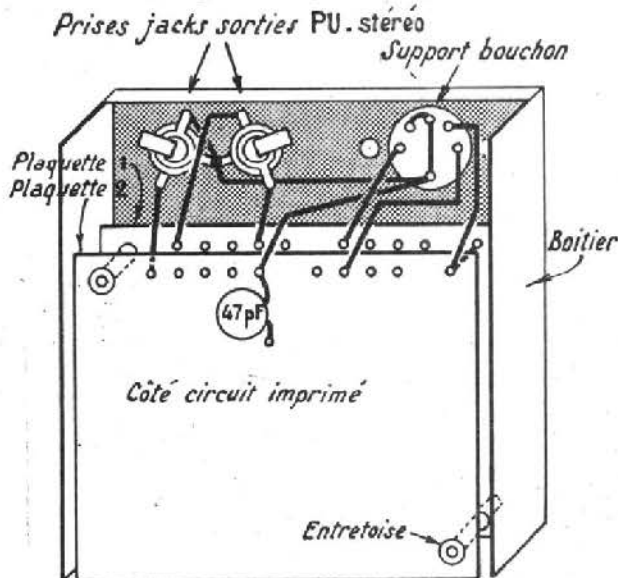

FIG. 7. — Liaisons aux deux plaquettes précâblées, à circuit imprimé, des deux préamplificateurs
**Le préamplificateur :** Les deux circuits imprimés du préamplificateur, de 75 x 60 mm, sont montés à l'intérieur d'un boîtier métallique de 80 x 80 x 30 mm (voir figure 7). Ces circuits sont superposés et fixés au fond du boîtier par des entretoises, l'une de 5 mm, entre le boîtier et le premier circuit et l'autre de 15 mm entre les deux circuits.
On remarque sur la figure 7 le câblage des deux prises miniatures des jacks de sortie pick-up et celui du support à 6 cosses du bouchon de liaison à l'amplificateur. Le bouchon qui ne comporte que 5 broches a son câblage représenté sur la figure 4 où il est vu du côté des soudures.